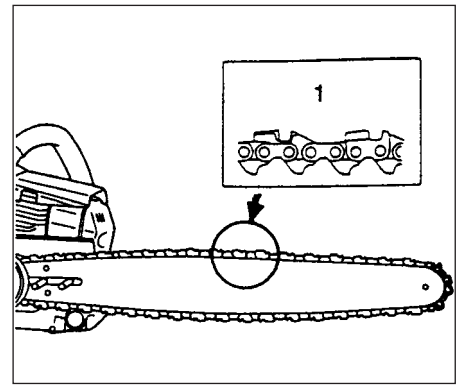

Рис.1-2
2. Проверить, чтобы направление пильной цепи (1) было правильным, как показано на рисунке и выровнять цепь на звёздочке. (Рис. 1-2)